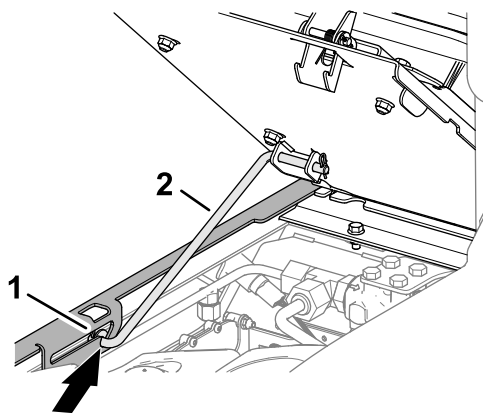

Рисунок 97
3. Проследите, чтобы передняя опорная стойка была установлена в углубление паза в опоре сиденья (Рисунок 97).